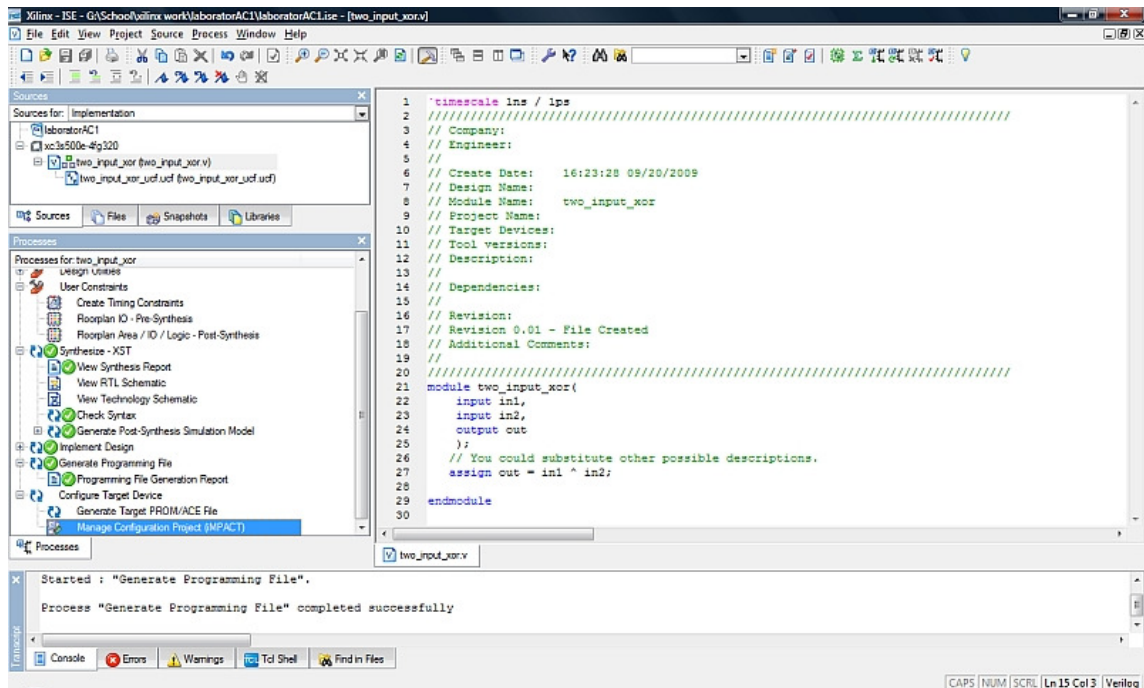

Figura 6.8
- In acest moment este necesara alimentarea placii SPARTAN 3E si conectarea acesteia la PC. Dupa pornirea placii si recunoasterea ei de catre PC, se face dublu-click pe „Manage Configuration Project (iMPACT)” (Figura 6.8).